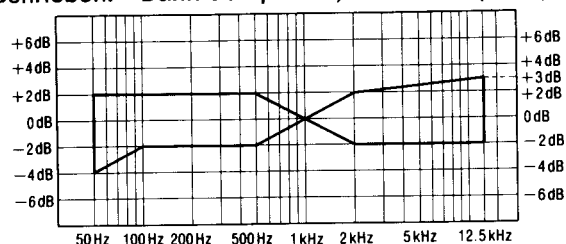

Abb. 9
4. Das in Schritt 3 aufgezeichnete Signal wiedergeben und prüfen, ob der Pegel jeder Ausgangsfrequenz im Bereich liegt, der in Abb. 9 in Vergleich zur Referenzfrequenz (1kHz) gezeigt wird.